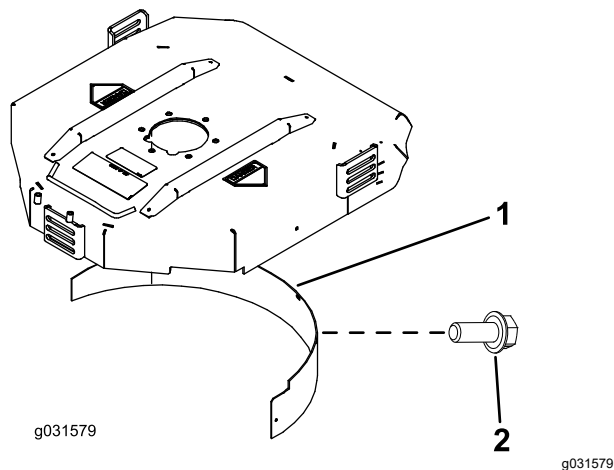

图 22
2. 将碎草隔板装入后开口内并使用 5 个凸缘头螺栓进行固定 (图 22)。